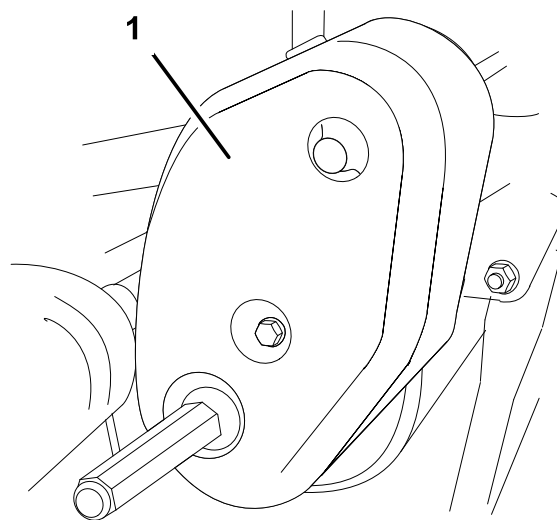

図 38
1. ベルト・カバー取り付けネジ（図 38）を外してベルトを露出させる。